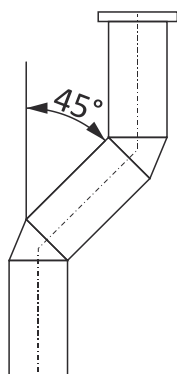

Figura 5
- A saída de fumos ideal deve ser realizada na vertical e não mudar de direcção num ângulo superior a 45°, preferencialmente 30°, relativamente à sua posição vertical, ver *figura 5*.